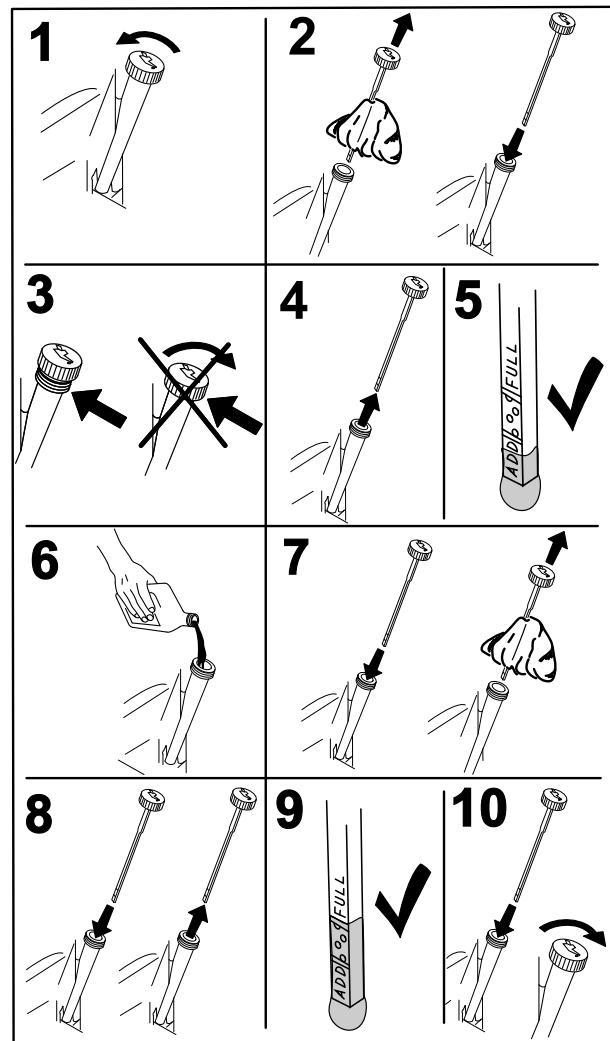

Bild 38
2. Stellen Sie vor dem Verlassen des Fahrersitzes den Motor ab, ziehen Sie den Schlüssel ab und warten Sie, bis alle rotierenden Teile zum Stillstand gekommen sind (Bild 38).